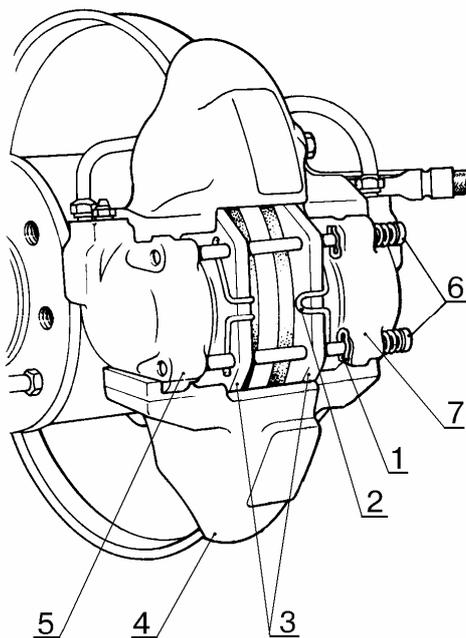

Рис.1 Передний тормоз:
1.4 Снять шплинты 1, рис.1, на правом суппорте тормоза (плоскогубцы).